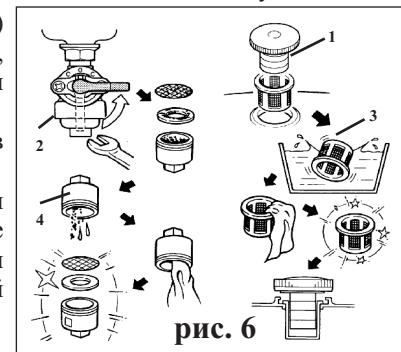

рис. 6
6.5.1 Снимите крышку бензобака 1 (рис.6) и колпачок крана подачи бензина 2 (рис.6), стараясь не повредить уплотнения. Слейте остатки топлива во вспомогательную ёмкость.
6.5.2 Удалите загрязнения с фильтров 3 и 4 (рис.6) промыванием в лёгком растворителе (типа №646, Уайт-Спирит) и продувкой. Высушите фильтры и установите их на место.
6.7.2 Удалите или полностью выработайте имеющуюся в баке топливную смесь. Слив производите, сняв колпачок 2 (рис.6) крана подачи топлива.